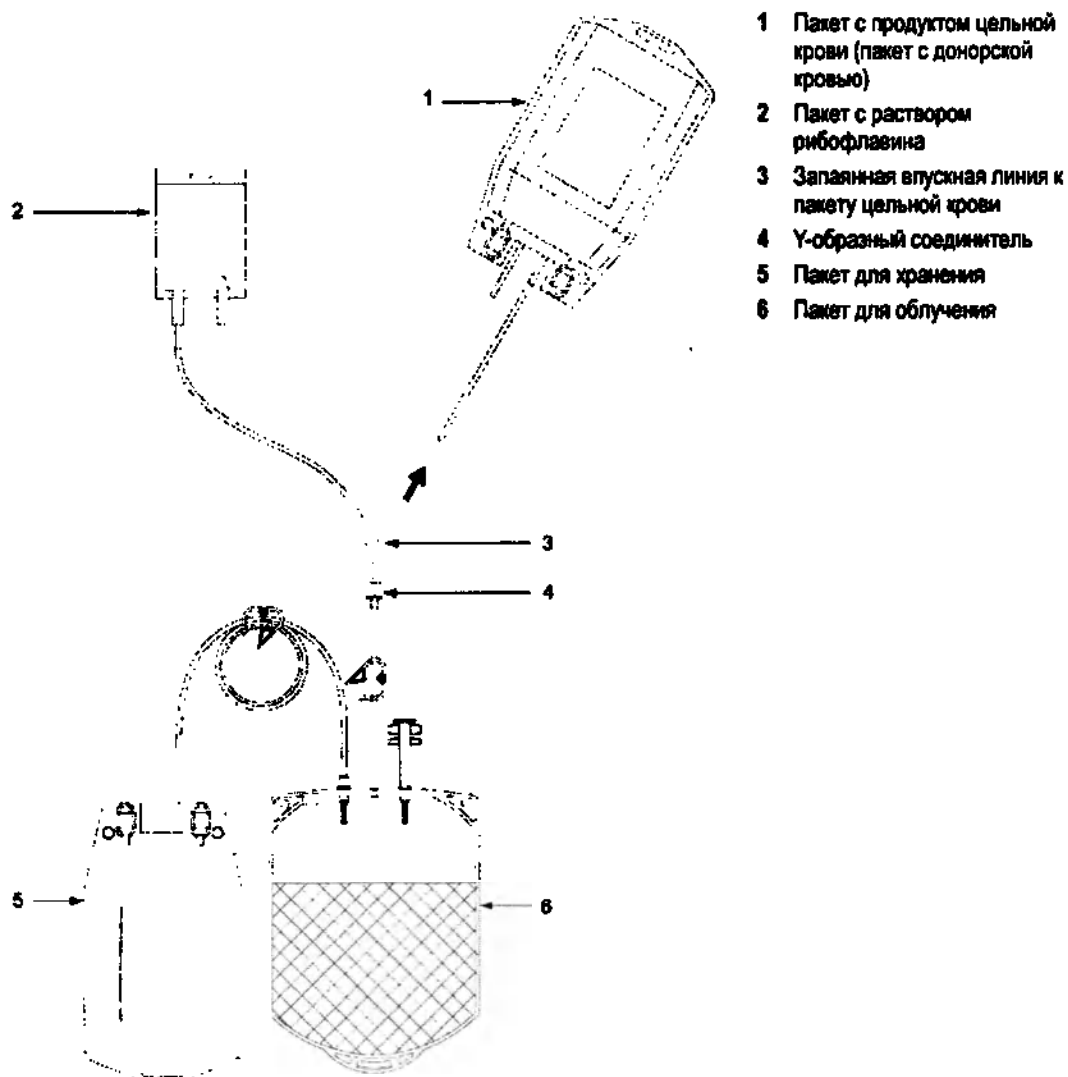

Рис. 5: Отделение пакета с продуктом цельной крови
- в. Запаяйте и отделите впускную линию в месте между пустым пакетом из-под цельной крови и Y-образным соединителем, оставив подсоединенным пакет с раствором рибофлавина. См. Рис. 5.